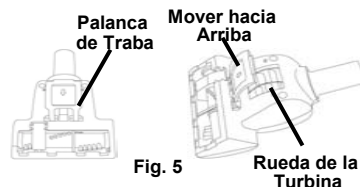

Fig. 5
2. De vuelta el cepillo y abra la tapa con bisagras para obtener el acceso a la rueda de la turbina. (Fig. 5)